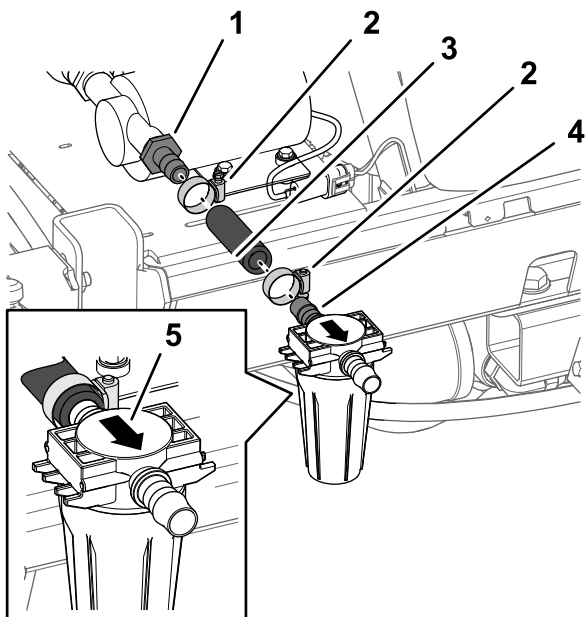
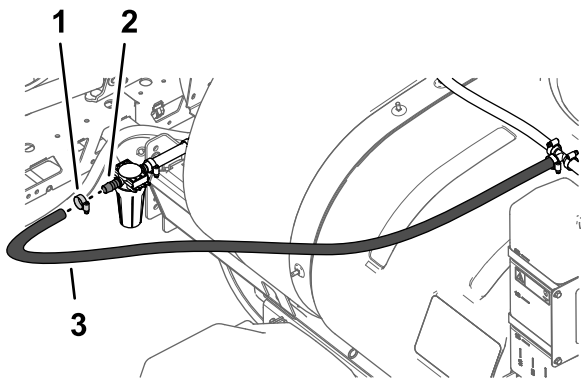

图29
图30
2. 用软管夹将在 切割软管 (页码 4) 中切割的软管 17.8cm 安装到冲洗水箱泵的外侧直通宝塔接头上然后用手拧紧夹具图29。
3. 用软管夹将滤头滤清器组件入口处的直通宝塔接头松动地装入软管17.8cm 图29。
4. 用软管夹将软管1.9 x 180cm的自由端安装到滤头出口处的直通宝塔接头 图30。
5. 调整滤头的位置使滤清器组件的油碗垂直然后用手紧固2个软管夹 图29 和 图30。